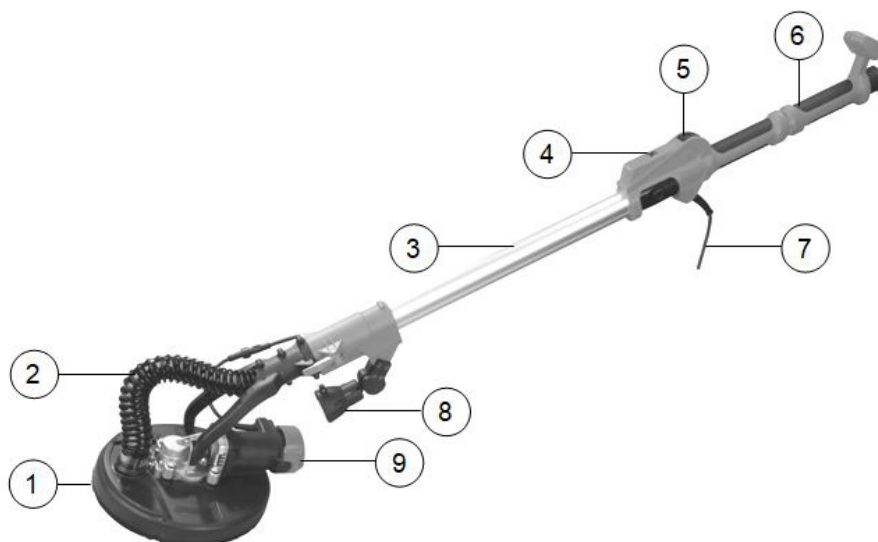

Рис. 1
- Нажмите на выключатель 5 (рис. 1) в положение «I».
- Нажмите на выключатель 5 (рис. 1) в положение «0».
Скоростьшлиф машины регулируется в соответствии с разными задачами. Она может регулироваться от 500 до 1800 об/мин с помощью колесика 4 (рис. 1). Для увеличения скорости поверните колесико против часовой стрелки, а для уменьшения скорости – по часовой стрелке. Обычно, повышенную скорость следует использовать для быстрого снятия материала, а пониженную скорость для более точного контроля шлифования.